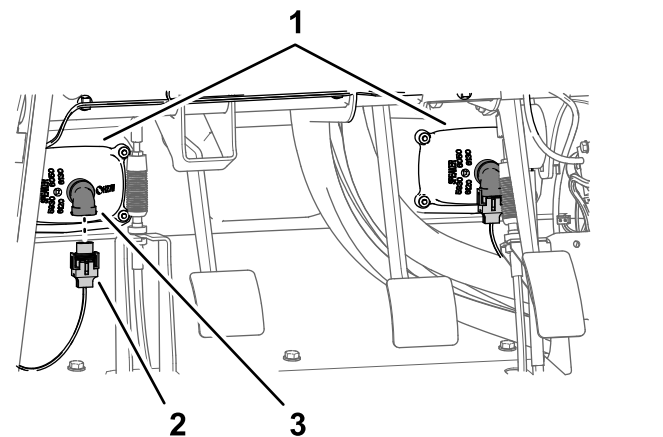

Figura 242
3. Conecte los 2 conectores hembra de 2 vías del arnés de cables de la máquina a los conectores de 2 pines de los faros derecho e izquierdo (Figura 242).
1. Alinee el panel interior del guardabarros con los tubos superior izquierdo e inferior izquierdo del bastidor (Figura 242).